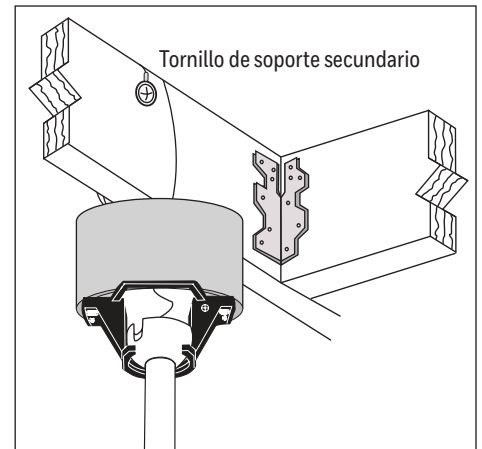

Figura 4.3
3. Apriete el tornillo del soporte secundario para asegurar el cable trenzado (Figura 4.3).